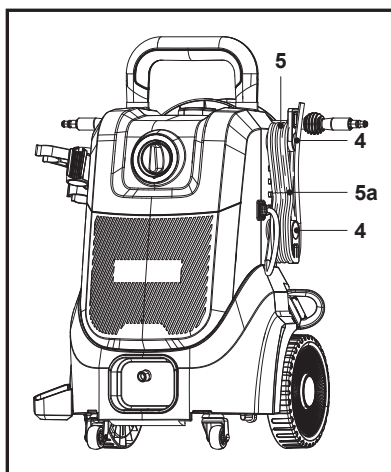

Fig. 25
2. Înfășoară cablul de alimentare (5) pe cele două suporturi de cablu (4) și fixează-l în loc cu clema furnizată (5a) (fig. 25).